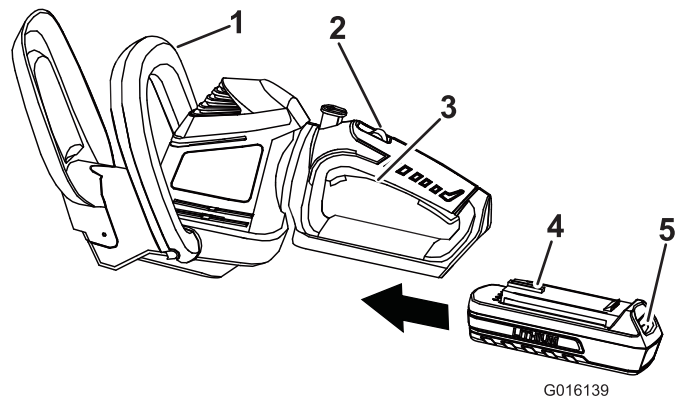

Figure 2
3. Saisissez la poignée d'actionnement (Figure 2).
5. Placez une main sur la poignée d'actionnement. Placez l'autre main sur la poignée auxiliaire (Figure 2).
6. Poussez le commutateur de verrouillage en arrière, vers vous, et serrez la poignée d'actionnement pour mettre le taille-haie en marche (Figure 2). Le taille-haie fonctionne tant que vous serrez la poignée d'actionnement. Vous pouvez relâcher le commutateur de verrouillage lorsque le taille-haie a démarré (Figure 2).
2. Alignez la languette de la batterie sur le creux dans le corps de la poignée (Figure 2).
1. Relâchez la poignée d'actionnement (Figure 2).